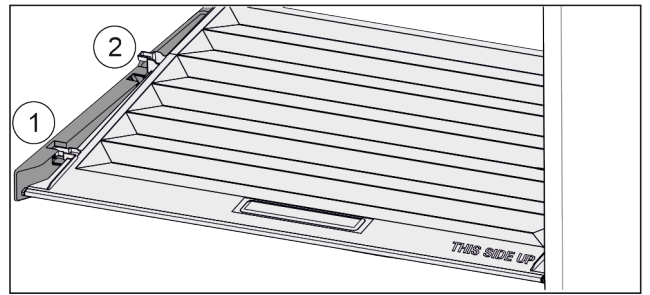

Fig. 147
- ▶ Vedä kantta kiinnikkeissä olevaan aukkoon saakka eteenpäin Fig. 147 (1).
- ▶ Nosta sitä takaosasta ja ota se pois yläkautta Fig. 147 (2).